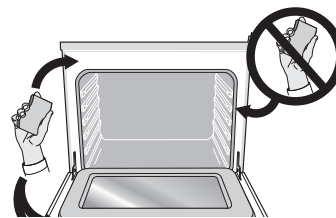

Figure 27 : Nettoyer de la porte du four
9. Essuyez la cavité et la sole du four. Ne nettoyez pas le joint de la porte du four (Figure 27). Évitez de vous pencher ou de mettre de la pression sur la vitre de la porte du four pendant le nettoyage de la cavité.